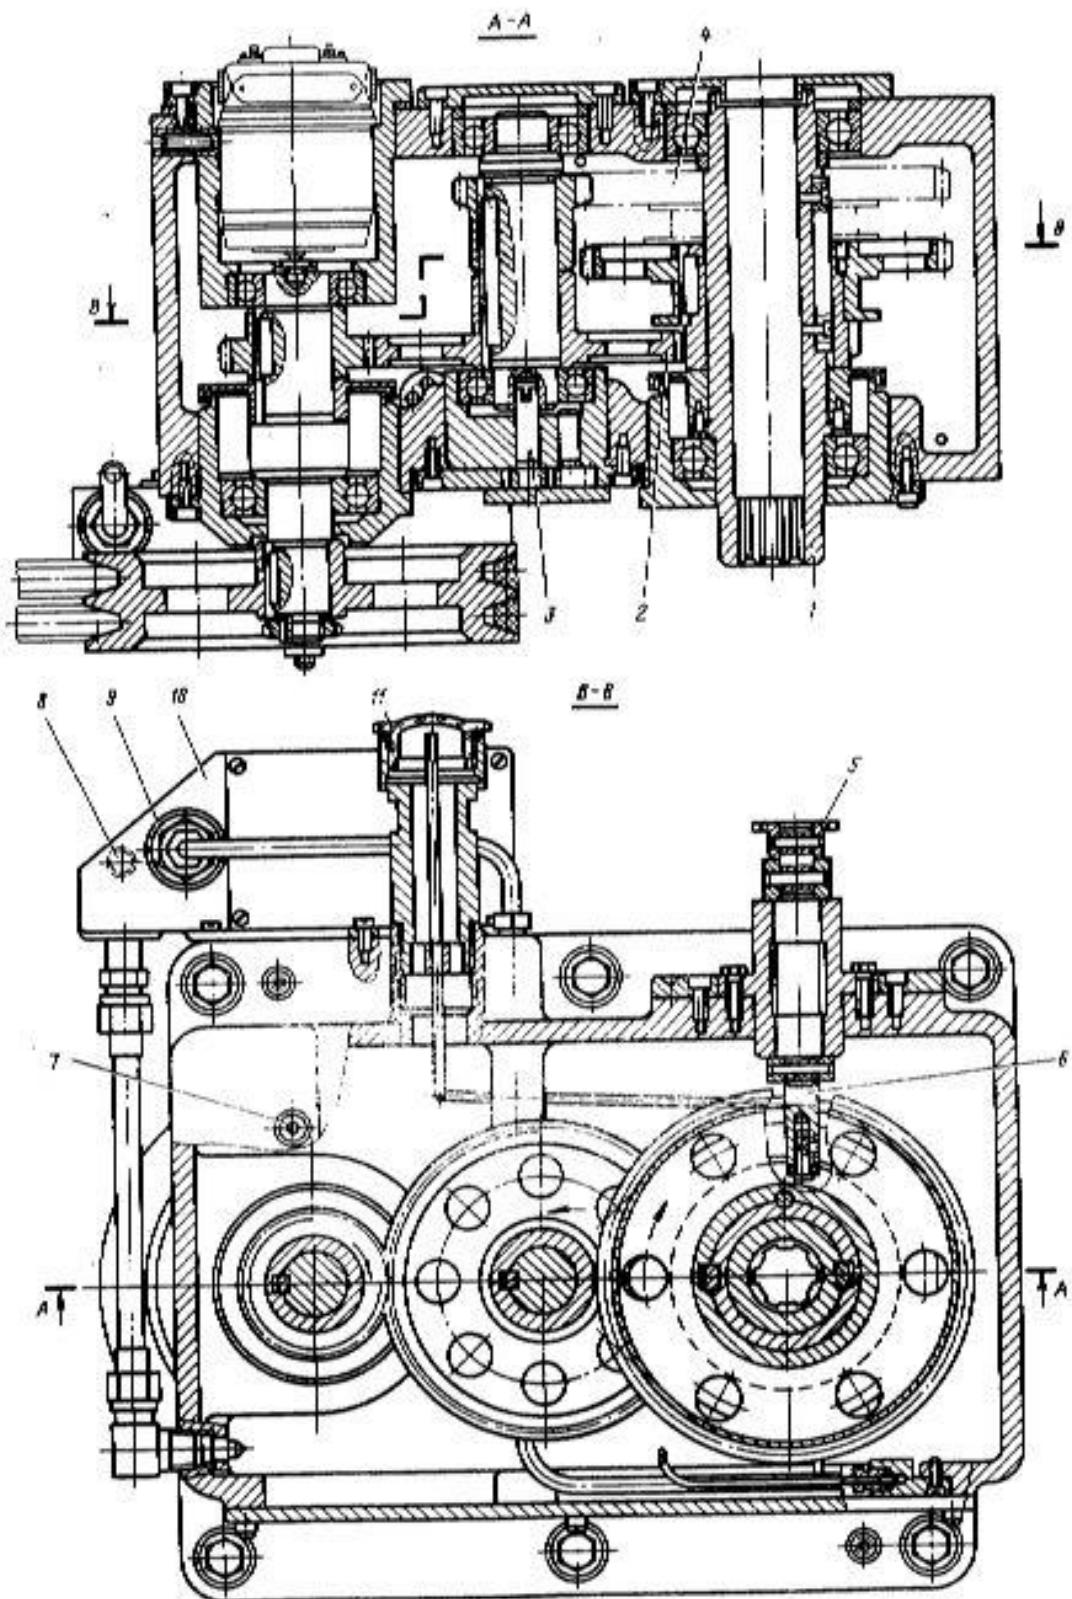

Рис.24. Коробка скоростей
Выходной вал I (рис.24) коробки синтетический с внутренними пальцами, в него входит шлицевый вал (см.рис.20), соединяющий коробку скоростей со шпинделем. Электродвигатель привода шпинделя крепится в открытой нише стойки на подисторной плаите на резиновых прокладках. Клиновоременная передача от электродвигателя к коробке скоростей закрыта легким кожухом. Нагревение режима производится смешением электродвигателя вместе с его плаитой.
Вращение от плаита может передаваться на выходной вал либо через промежуточную шестерню 2 (см.рис.24), либо через зубчатый перебор 4.
6. Контроль за наличием смазки в коробке скоростей необходимо производить по маслоуказателю II (см.рис.24), расположенному с правой стороны кожуха блока направляющих.